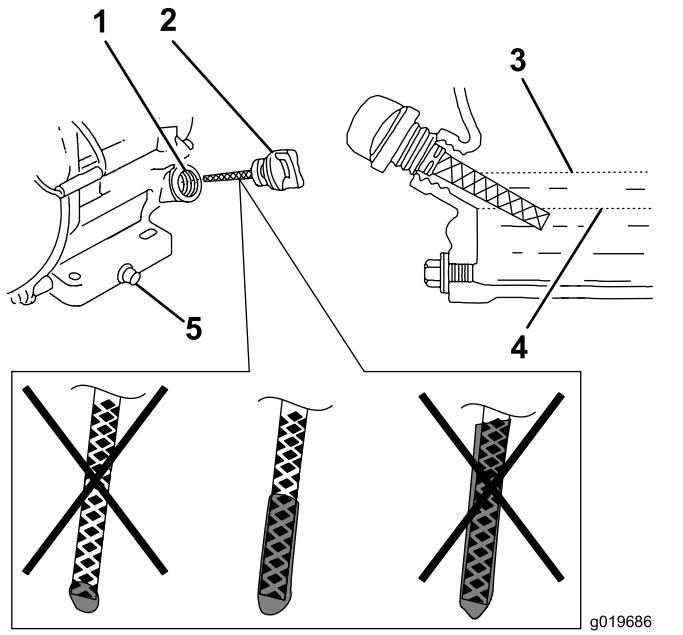

図 18
6. ディップスティックを抜いてエンジンオイルの量を点検する図 18。